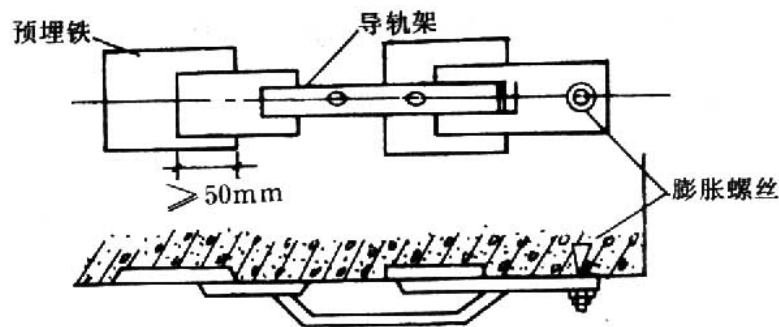

图5-12
3.3.1.2 按安装导轨支架垂线核查预埋铁位置，若其位置偏移，达不到安装规定，可在预埋铁上补焊铁板。铁板厚度 $\delta \geq 16\text{mm}$ ，长度一般不超过300mm。当长超过200mm时，端部用不小于 $\phi 16$ 的膨胀螺栓固定于井壁。加装铁板与原预埋铁搭接长度不小于50mm，规定三面满焊（图5-12）。